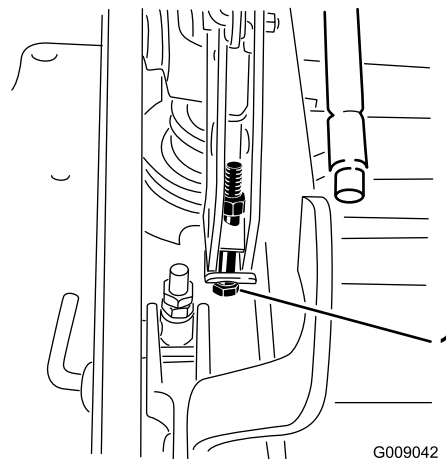

Bild 100
13. Wenn das Mähwerk zu niedrig ist, drehen Sie die zentrale Einstellschraube nach rechts, um sie anzuziehen. Wenn das Mähwerk zu hoch ist, drehen Sie die zentrale Einstellschraube nach links, um sie zu lösen (Bild 100).